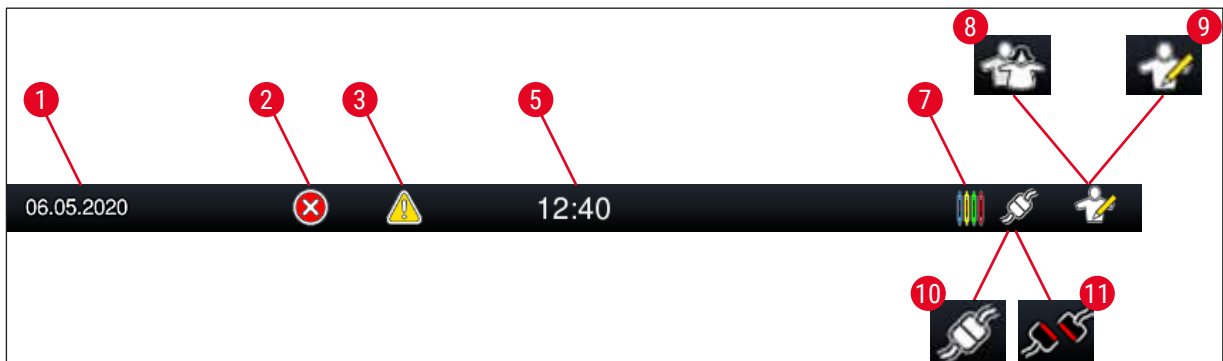

Fig. 16
4. Den aktuelle brugerstatus vises med det passende symbol i statuslinjen (→ "Fig. 16") øverst til højre.